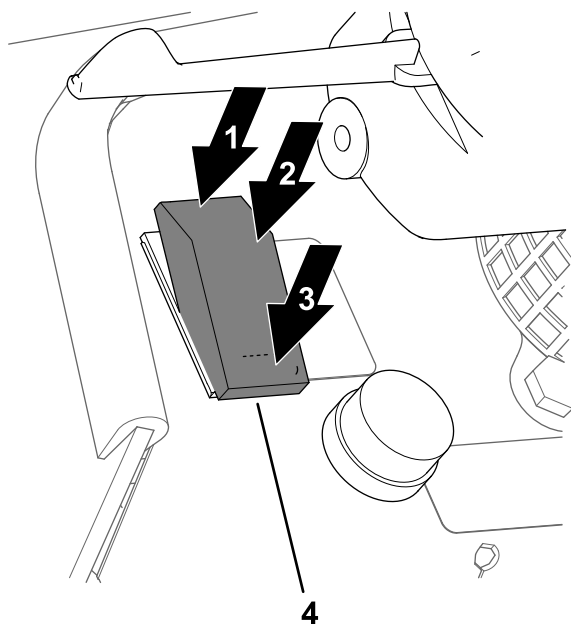

Figura 70
- Mova o interruptor das luzes para a frente (no sentido da extremidade redonda do interruptor) para regular as luzes de trabalho na posição LIGAR (Figura 70).
- Mova o interruptor das luzes para a posição intermédia para DESLIGAR (Figura 70).
- Mova o interruptor das luzes para trás (no sentido da extremidade cavada do interruptor) para regular os faróis na posição LIGAR (Figura 70).